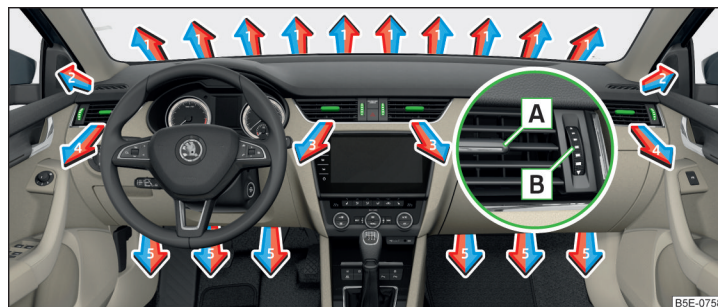
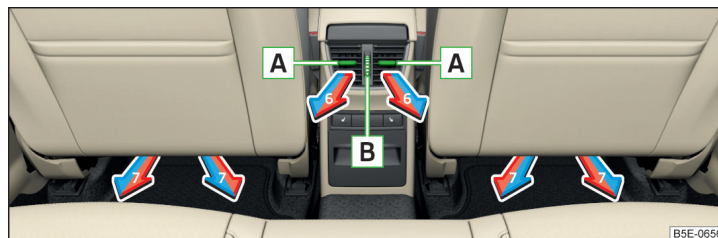

Abb. 157 Luftaustrittsdüsen vorn
Abb. 158 Luftaustrittsdüsen hinten
Bei den Luftaustrittsdüsen **3, 4** » **Abb. 157** und **6** » **Abb. 158** kann die Luftströmungsrichtung geändert und die Düsen können auch einzeln geöffnet und geschlossen werden.
Die Einstellung der Luftstromrichtung erfolgt durch das Verschieben des Verstellelements **A** » **Abb. 157** bzw. » **Abb. 158** in gewünschter Richtung. ▶
- › Zum **Öffnen** den Regler **B** » Abb. 157 bzw. » Abb. 158 nach oben drehen.
- › Zum **Schließen** den Regler **B** » Abb. 157 bzw. » Abb. 158 nach unten drehen.
Richtung des Luftaustritts einstellen	Luftaustrittsdüsen » Abb. 157 und » Abb. 158